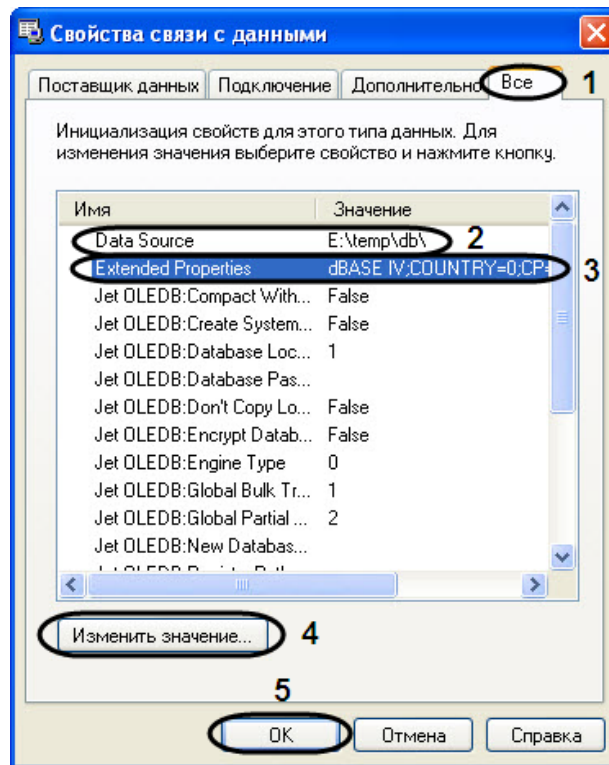

Рис. 11.3-6. Вкладка "Все"
- 10.3. Далее перейти на вкладку «Все» (Рис. 11.3-6, 1).
- 10.4. В значении свойства «Data Source» указать путь к файлам «.dbf» (Рис. 11.3-6, 2).
- 10.5. В значение свойства «Extended Properties» указать «dBase IV;COUNTRY=0;CP=1252;LANGID=0x0409» (см. Рис. 11.3-6, 3).
- 10.6. Для изменения значения свойства необходимо нажать кнопку «Изменить значение...» (см. Рис. 11.3-6, 4).
- 10.9. Для закрытия окна «Свойства связи с данными» нажать кнопку «OK» (см. Рис. 11.3-6, 5). В результате проделанных операций была настроена внешняя база данных номеров транспортных средств.